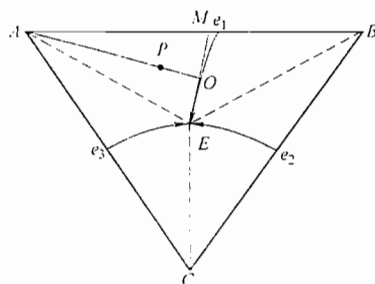

图 38-2 第五题第 1 小题解答图
(1) 以固态下互不固溶三元合金为例,如图 38-2 所示:
① 首先作出浓度三角形 ABC ;
② 选取空间图上各个特殊点: E 、 e_1 、 e_2 、 e_3 , 在成分三角形上作出投影;
③ 连接 e_1E 、 e_2E 、 e_3E 三条液相变温线,交点 E 则为三相共晶点;
④ 由此可确定出各个面的投影,即:液相面为 Ae_1Ee_3A 、 Be_1Ee_2B 、 Ce_2Ee_3C ;